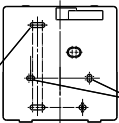

Fig. 7.1
3. Utilice dos tornillos M4X25 GB823-88 para instalar la tapa trasera en la caja de mecanismos eléctricos de tipo 86 y un tornillo GB950-86 M4X20 para fijarla en la pared. (Fig. 7.1)